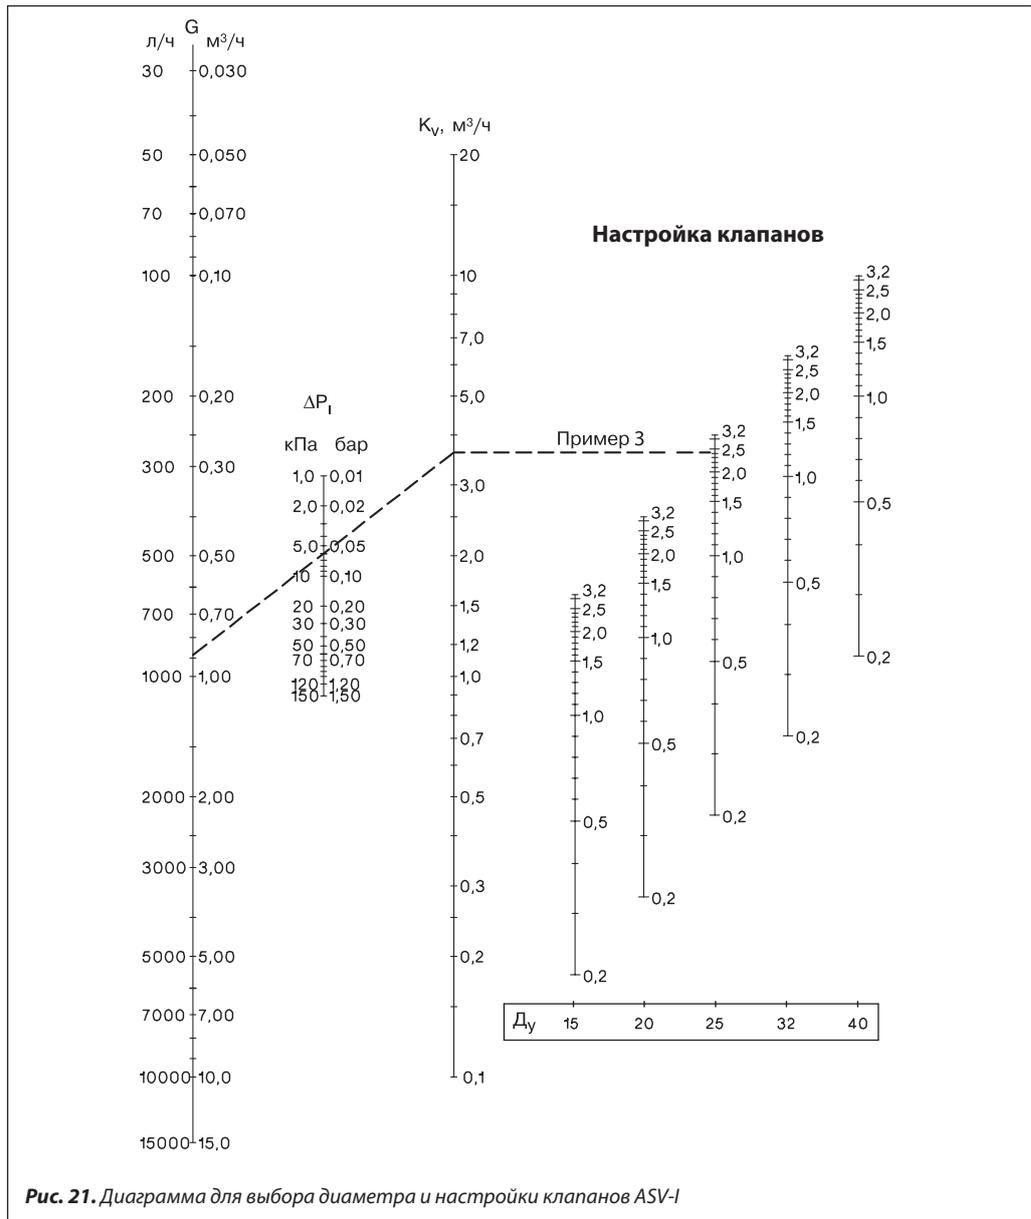

Рис. 21. Диаграмма для выбора диаметра и настройки клапанов ASV-I
3. По диаграмме (рис. 21) находим настройку клапана ASV-I $D_y = 25$ мм, — 2,4 оборота штока. Настройку можно определить по номограмме без вычисления K_V . Для этого нужно соединить точки расхода 0,88 м³/ч на шкале G с точкой 0,06 бар на шкале ΔP_I . Затем, продлив линию, соединяющую данные точки, на шкале K_V находим требуемое значение пропускной способности — 3,6 м³/ч. Далее проводим горизонтальную линию до вертикальной шкалы настроек клапана — $D_y = 25$ мм, где находим значение настройки.
Запорно-балансировочный клапан ASV-I снабжен двумя цанговыми ниппелями для измерения перепада давлений на нем с помощью специального прибора фирмы «Данфосс» типа PFM 3000 (стр. 73) или ему подобных. Прибор подключается к ниппелям клапана с использованием штатных шлангов с быстро-разъемными соединениями. После присоединения шлангов вентили ниппелей открываются поворотом их на ½ оборота против часовой стрелки 8-мм гаечным ключом. По измеренному перепаду давлений на полностью открытом клапане известного диаметра по диаграмме, представленной на рис. 21, можно определить фактический расход среды в трубопроводе системы. После проведения измерений вентили ниппелей следует закрыть поворотом их по часовой